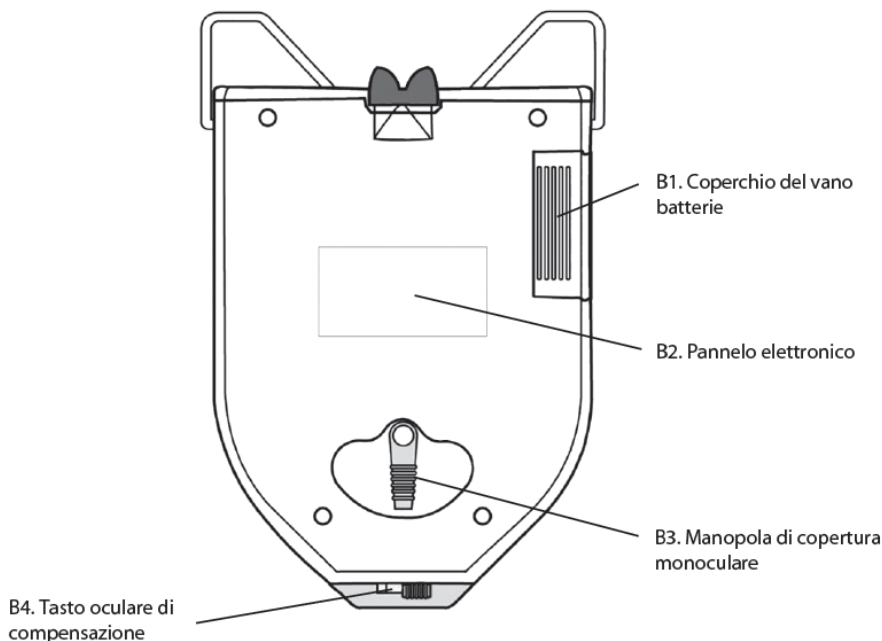
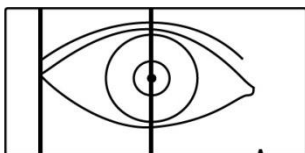
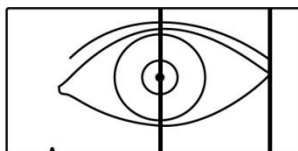

Fig.3
Fig.8a (Misurazione distanza pupillare destra)
Fig.8b (Misurazione distanza pupillare sinistra)
- a. Quando è necessario misurare la distanza pupillare sinistra o destra, ruotare la manopola di copertura monoculare (come mostrato in Fig.3 NO.2) in modo da coprire completamente l'altro occhio (come mostrato in Fig.8a e Fig.8b)